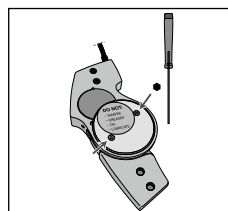

Fig. 4
2. Använd den medföljande insexskruvsmejseln för att lossa de två skruvarna på den mediala (rostfria) täckplattan och ta bort den (**se fig. 4**).